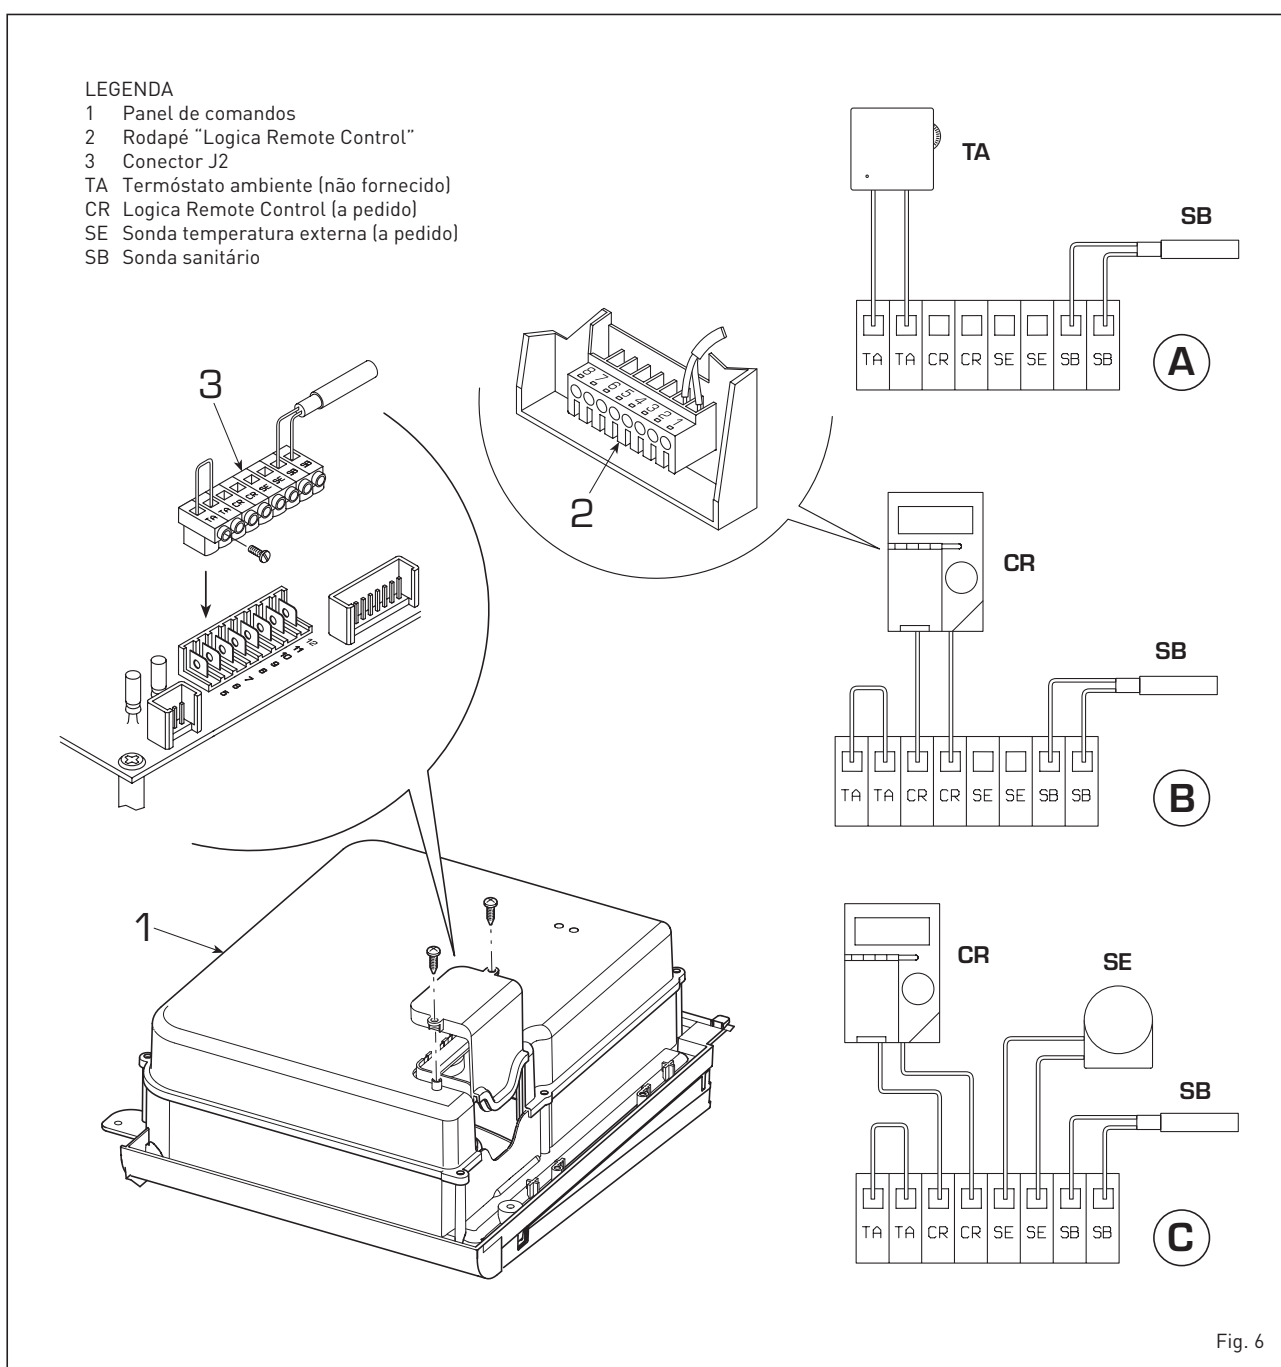

Fig. 6
Com o acumulador é fornecida a sonda sanitário (SB) que deve ser ligada à placa electrónica de controlo da caldeira como indicado na fig. 6. Para facilitar a instalação pode ser fornecido um kit de ligação hidráulica em opcional, cód. 8076104 (“BT130”) e cód. 8076105 (“BT150”). As instruções pormenorizadas sobre a montagem dos kit encontram-se na embalagem.
2.6.1 Ligação do termóstato de ambiente (fig. 6 pos. A)
2.6.2 Ligação do "Logica Remote Control" (fig. 6 pos. B)
2.6.3 Ligação da sonda de temperatura externa (fig. 6 pos. C)
Os acumuladores "BT130 - BT150" são fornecidos com uma sonda sanitário (SB) a ligar à ficha J2 (3 fig. 6). Quando o acumulador é acoplado às caldeiras "22 OF TS - 32 OF TS", introduzir a sonda na bainha situada na manilha de inspecção, controlo e limpeza do acumulador.